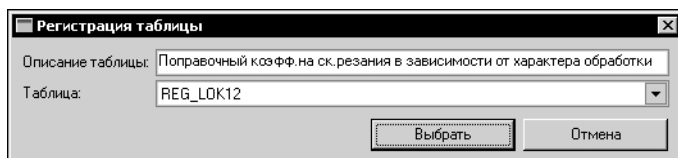

Рис. 21.16. Добавление таблицы
2. В открывшемся окне **Добавление таблицы** (рис. 21.16) выберите таблицу из раскрывающегося списка **Таблица**.
3. Введите описание таблицы в поле **Описание таблицы** и нажмите кнопку **ОК** (рис. 21.16).